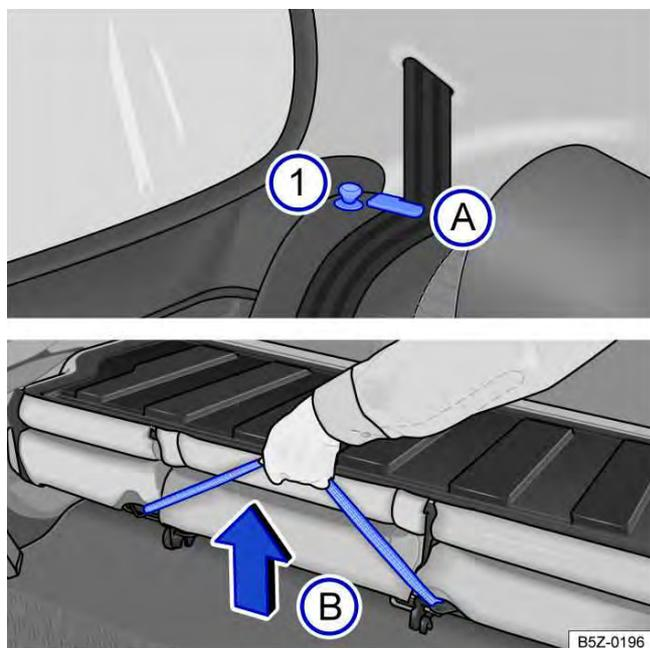

Fig. 68 Banco traseiro: pinos de destravamento ①; posicionador para os cadarços dos cintos ①A; alça para destravamento do conjunto do assoalho ①B.
- Posicionar os cadarços dos cintos de segurança nos seus respectivos posicionadores → Fig. 68 ①A.
- Levantar o pino → Fig. 68 ① de destravamento em ambos os lados para cima e, ao mesmo tempo, rebater o encosto do banco traseiro para frente.
- Puxar a alça → Fig. 68 ①B para destravar o conjunto do assoalho e, ao mesmo tempo, levantá-lo **cuidadosamente** na direção dos bancos dianteiros.
- Segurar o banco traseiro pela alça → Fig. 68 (B) e, soltar de uma altura de 15 cm.
- Retirar os cadarços do cinto de segurança do posicionadores → Fig. 68 (A). Para veículos com cintos de três pontos fixos, recolocar as linguetas nos respectivos fechos.